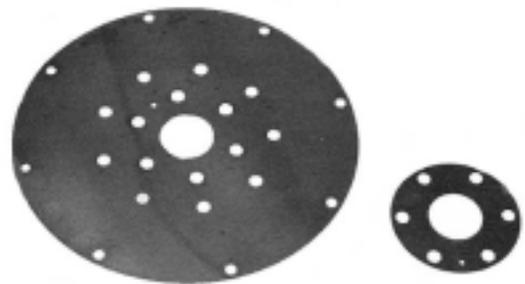

Figure 6-61
4. a. Pour les alternateurs monophasés, mettre une tige de guidage sur le moyeu d'entraînement. Positionner les rondelles de flectors (s'il y en a), puis les disques flectors, un à la fois jusqu'à ce qu'il soient tous installés (Figure 6-61).